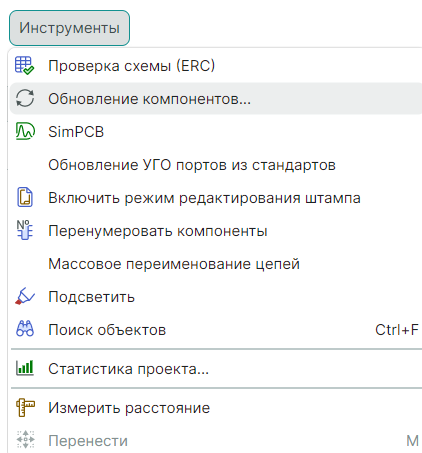

Рис. 294 Синхронизация через запуск обновления компонентов
2. Запустите обновление компонентов, меню «Инструменты» → «Обновление компонентов...», см. Рис. 294.